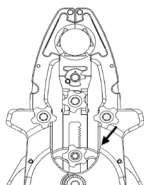

Figura 7
- Após as lâminas estarem instaladas, aproxime a posição das lâminas trazendo-as de volta à sua posição inicial neutra (Figura 7). *Nota: quando estão na sua posição inicial neutra, as lâminas devem formar um círculo completo na base.*